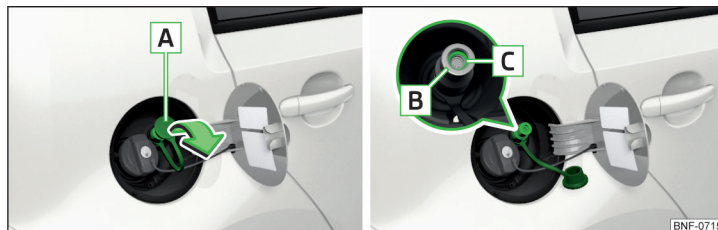

Fig. 104 Naturgaspåfyldningsstuds
- Tag kappen **A** » Fig. 104 af gaspåfyldningsstudsens **B** i pilens retning.
- Kontroller, at pakringen **C** » Fig. 104 bliver siddende i gaspåfyldningsstudsens.